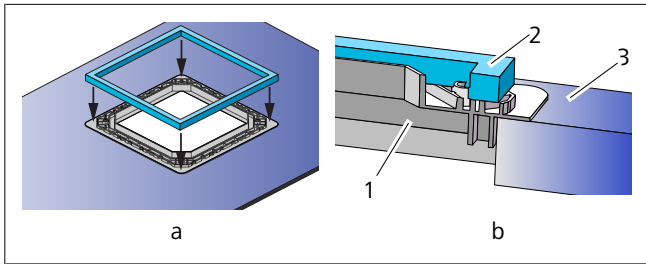

Fig. 13 Montaggio della guarnizione su un telaio adattatore (apertura di 400 x 400)
1. Rimuovere la carta protettiva e incollare la guarnizione sul telaio adattatore (apertura di 400 x 400). Vedere le Fig. 13 a e b.